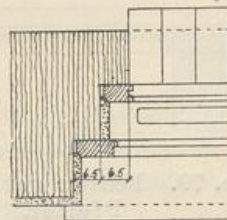

Abb. 77. Doppelte Fenster. Zwei Anschläge je 6,5 cm breit.
- „ „ doppelte Fenster $2 \times 6,5$ cm. **Abb. 77.**